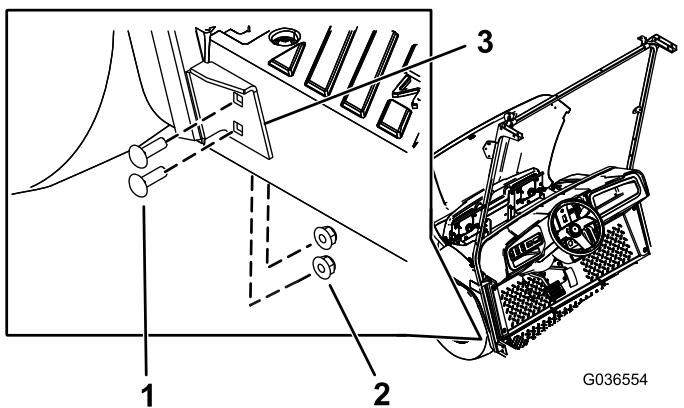

Рисунок 32
4. Прикрепите нижние кронштейны левой и правой опор ветрового стекла к автомобилю с помощью 4 каретных болтов (5/16 x 1 дюйм) и 4 фланцевых гаек (5/16 дюйма), используя отверстия, просверленные при выполнении пункта 1 (Рисунок 32).